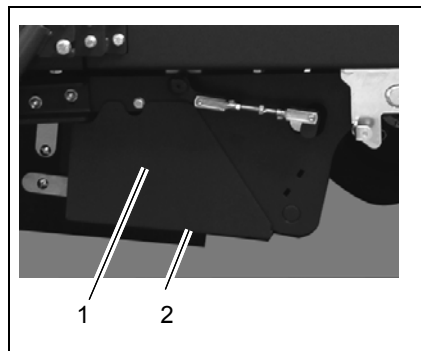

Abb. 41
Die Abdeckung (Abb. 41/1) für den Riemen ist mit zwei Schrauben (Abb. 41/2) befestigt.
1. Die Schrauben (Abb. 41/2) herausdrehen.
2. Riemenabdeckung (Abb. 41/1) abnehmen.
5. Riemenabdeckung (Abb. 41/1) mit den Schrauben (Abb. 41/2) montieren.